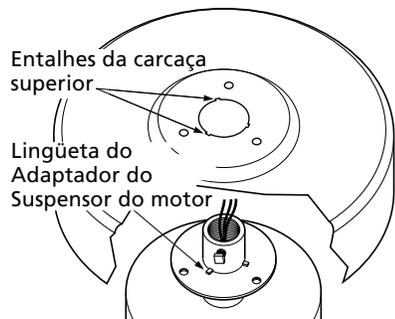

Figura 3a - Linguetas do adaptador do suspensor do motor e entalhes da carcaça superior
2. Fixe a carcaça superior do ventilador ao adaptador do suspensor do motor com três parafusos de 1/2" e arruelas de pressão conforme mostrado na Figura 3a.